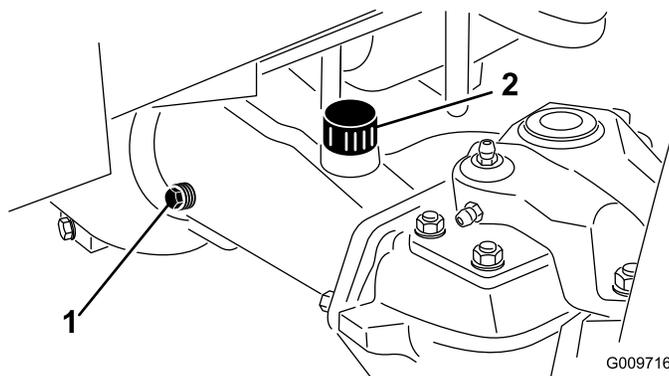

Figura 106
- Retire un tapón de verificación de un extremo del eje (Figura 106) y asegúrese de que el aceite llega al borde inferior del orificio. Si el nivel es bajo, retire el tapón de llenado (Figura 106) y añada suficiente aceite para que el nivel llegue al borde inferior de los orificios de los tapones de verificación.